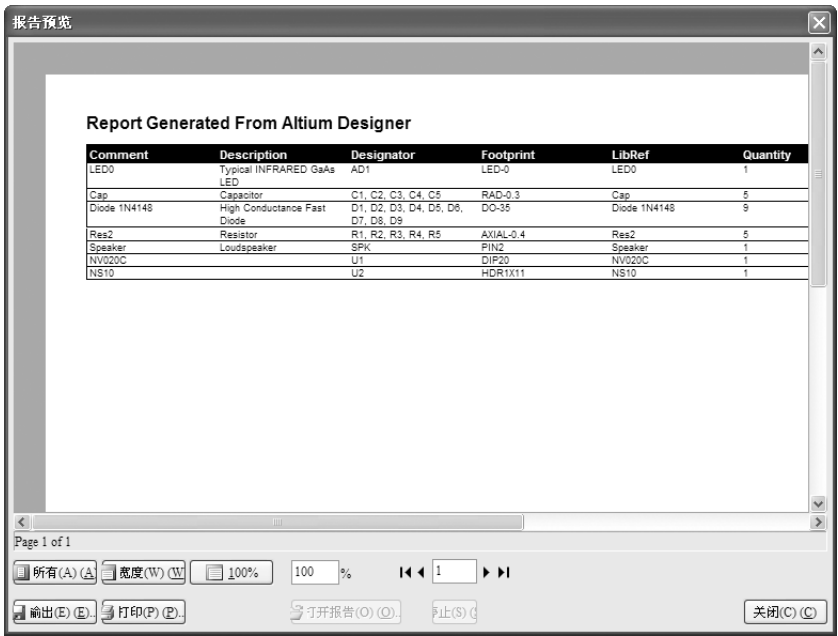

图 6-30 元件报表预览对话框
4) 选择  菜单下的“报告”菜单命令，则弹出元件报表预览对话框，如图 6-30